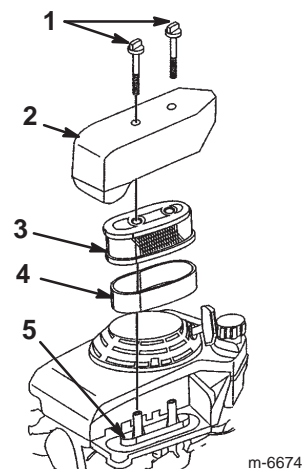

Bild 17
3. Nehmen Sie die zwei Flügelschrauben ab, mit denen die Abdeckung befestigt ist (Bild 17).
5. Nehmen Sie die Schaum- und Papiereinsätze vom Unterteil ab (Bild 17).
6. Nehmen Sie den Schaumeinsatz vorsichtig vom Papiereinsatz ab (Bild 17).